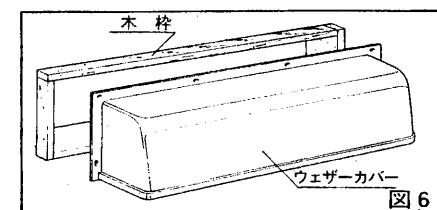

図 6
- (5)付属のウェザーカバーを木枠室外に木ネジで取付けてください。（図6）